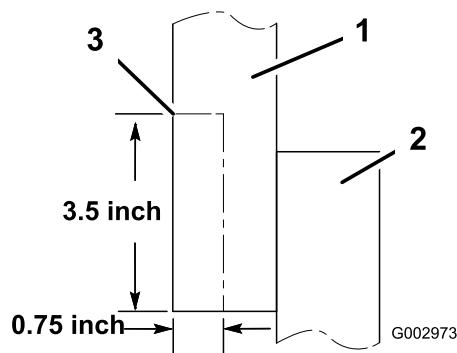

Figure 30
- Si vous posséder un ancien modèle, vous devrez couper l'ensemble de maintien pour laisser de l'espace pour le flexible (Figure 30).